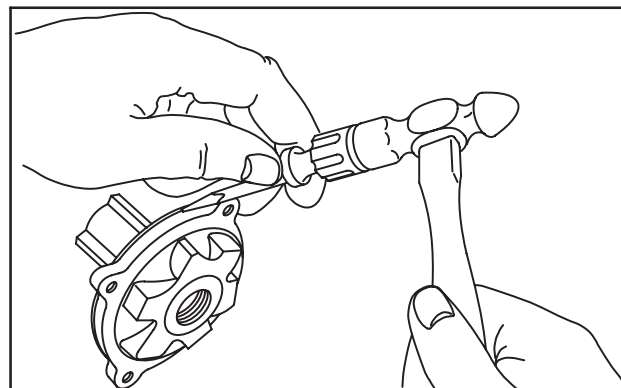

Fig. 19
1. Si nécessaire, l'embrayage «étanche» peut être démonté à l'aide d'un tournevis ou d'un coin pour extraire le couvercle arrêtoir du boîtier, comme indiqué en Fig. 19.